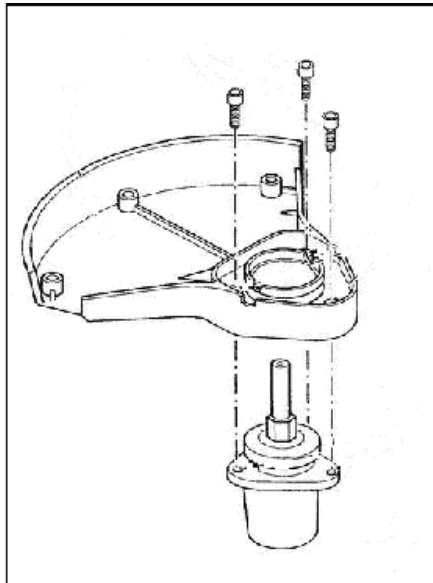

Рис. 9
- ✓ Смонтируйте кожух на корпус подшипника (рис.9)